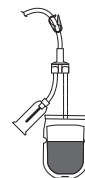

Figura 1: sacca di campionamento/diversione
7. Posizionare la sacca di campionamento/diversione con la clamp blu [B] in alto e il portaprovette/adattatore luer in basso (vedere Figura 1). Consentire al volume desiderato di sangue intero di scorrere nella sacca di campionamento/diversione. Il volume nominale della sacca di campionamento è 60 ml. Quando il volume raggiunge il segno, significa che sono stati prelevati circa 40 ml.